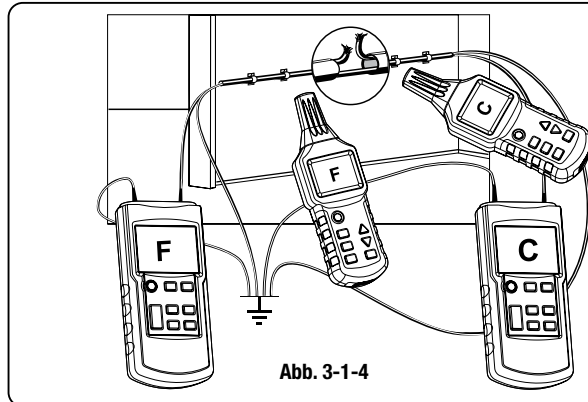

Abb. 3-1-4
- > Alle ungenutzten Leitungen müssen wie in Abb. 3.1.4 dargestellt an die Hilfserde angeschlossen sein.
- > Schließen Sie beide Transmitter wie in Abb. 3-1-4 dargestellt an.
Wenn die Transmitter gemäß Abb. 3-1-4 angeschlossen sind, zeigt der Empfänger C auf der linken Seite der Leitungsunterbrechung an. Wenn der Empfänger über der Unterbrechungsstelle nach rechts geht, zeigt er F an. Wenn Sie direkt auf der Unterbrechung sind, wird aufgrund der Überlappung der beiden Transmitter-Signale kein Leitungs-Code angezeigt.